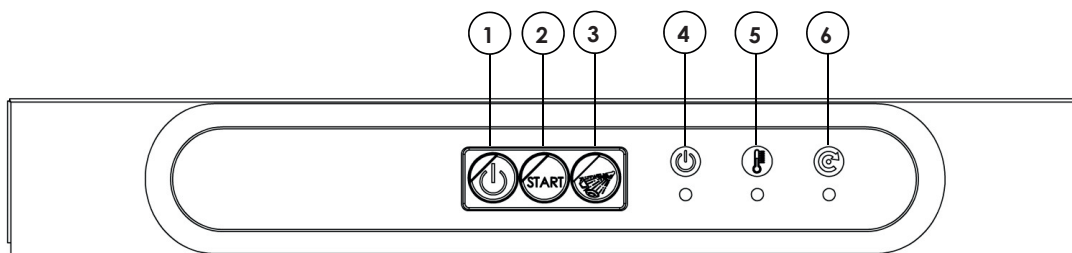
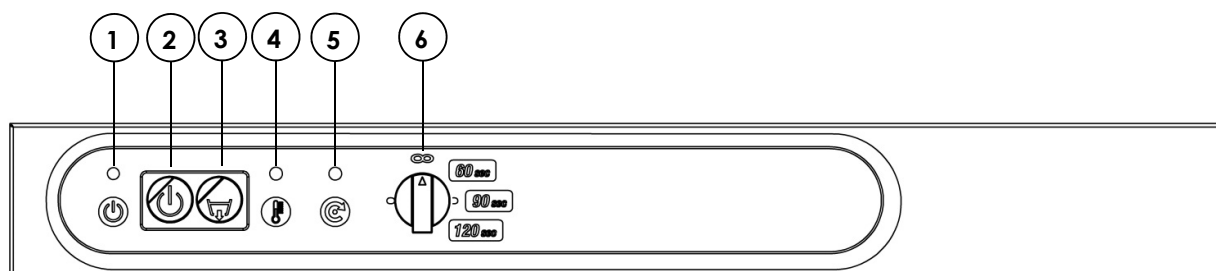

Abb. 14a
Abb. 14c
6. Spülen	<p>Die Türe/Haube öffnen und den Korb mit dem Geschirr in die Geschirrspülmaschine geben (dabei sicherstellen, dass die Geschirrstellung gemäß den Anweisungen vom Abschn. Versichern Sie sich, dass die Geschirrstellung gemäß den Anweisungen vom Abschn. 3.4 – ZWEITER TEIL) ist, die Tür zumachen und den ZYKLUSSTARTKNOPF (2) drücken, um die Spülphase zu starten: die KONTROLLEUCHE SPÜLPROGRAMM (6) leuchtet.</p> <p>Das Zyklus endet, wann die KONTROLLEUCHE SPUELPGRAMM (6) schaltet sich aus.</p>	<p>Die Haube anheben/die Türe öffnen und den Korb mit dem Geschirr hineingeben (dabei sicherstellen, dass die Geschirrstellung gemäß den Anweisungen vom Abschn. 3.4 - ZWEITER TEIL eingehalten werden), die Haube absenken und den Griff</p> <p>Nach unten drücken: Die KONTROLLEUCHE SPUELPGRAMM (5) schaltet sich ein.</p> <p>Das Nach- und Spülzyklus beginnt automatisch.</p> <p>Das Zyklus endet, wann die KONTROLLEUCHE SPUELPGRAMM (5) schaltet sich aus.</p>
7. Zusätzliche Nachspülung	<p>Wenn der Geschirrspüler für die Aktivierung des manuellen Nachspülvorgangs eingerichtet ist (Abb. 14a) und Sie eine zusätzliche Nachspülung durchführen möchten, dann drücken Sie die TASTE MANUELLE NACHSPÜLUNG (3), um einen Nachspülvorgang von 5 Sekunden zu starten.</p>
1. Den Geschirrspüler mit der EINSCHALTASTE ausschalten (1 Abb. 14a, 14b oder 2 Abb. 14c)